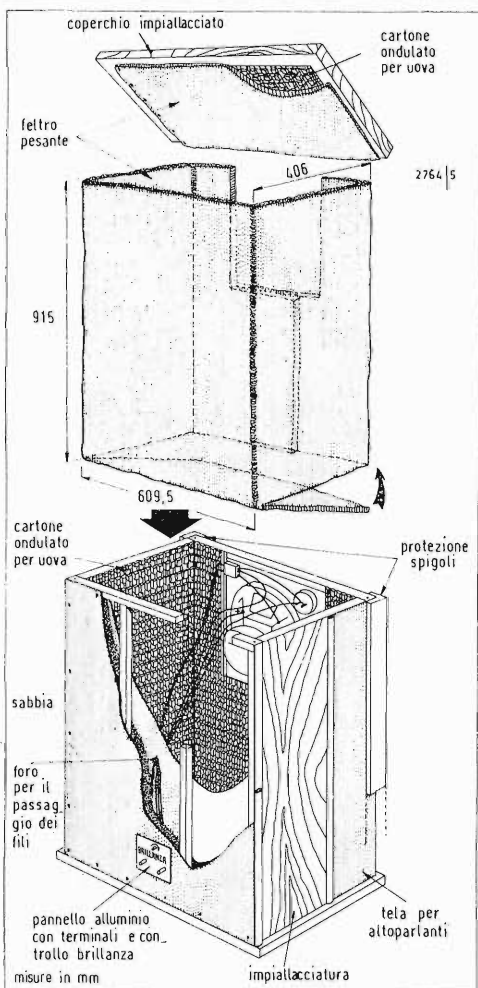

Fig. 5 - Vista esplosa del diffusore che pone in evidenza i vari dettagli costruttivi.
- 3) Relé fonico (v. fig. 5) - Lo squillo